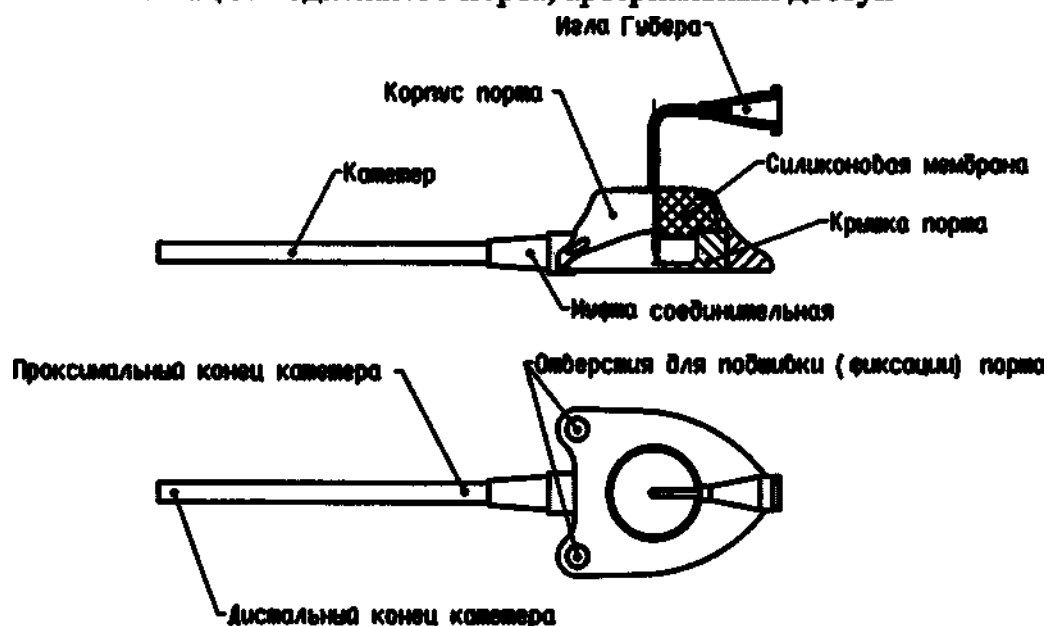
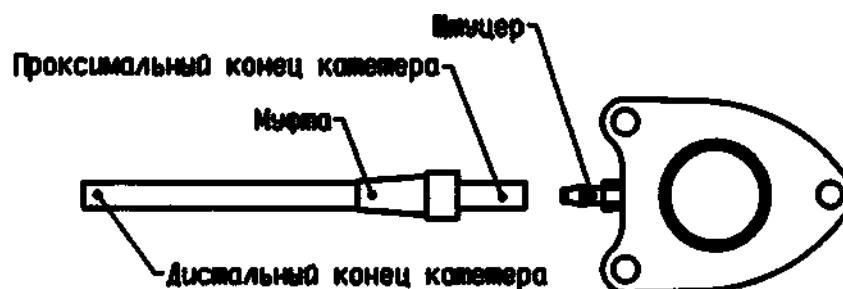
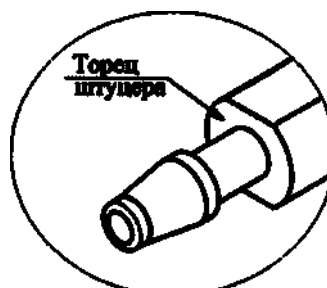

Рис. 8.1
Рис. 8.2
Рис. 8.3
з) Смочите муфту Физраствором для облегчения скольжения по катетеру. Наденьте муфту узкой частью на катетер таким образом, чтобы проксимальный конец катетера выходил из муфты (см. рис.8.2) и муфта не мешала надеванию катетера на штуцер. Наденьте проксимальный конец катетера на штуцер, уперев катетер до торца штуцера (см. рис. 8.3). Убедитесь, что катетер полностью надет на штуцер по всей окружности. Сдвиньте муфту на штуцер, уперев ее в стенку порта (см. рис. 8.1);
и) Установите порт в подготовленный карман мембраной к коже. Подшейте порт через отверстия к фасции (см. рис. 8.1), для предотвращения разворота и миграции. Отверстия могут быть заполнены силиконом. Порт с боковым расположением штуцера допускается не подшивать на усмотрение врача;
- м) Смочите муфту Физраствором для облегчения скольжения по катетеру. Наденьте муфту узкой частью на катетер таким образом, чтобы проксимальный конец катетера выходил из муфты (см. рис.8.2) и муфта не мешала надеванию катетера на штуцер. Наденьте проксимальный конец катетера на штуцер, уперев катетер до торца штуцера (см. рис. 8.3).
Убедитесь, что катетер полностью надет на штуцер по всей окружности. Сдвиньте муфту на штуцер, уперев ее в стенку порта (см. рис. 8.1);
н) Установите порт в подготовленный карман мембраной к коже. Подшейте порт через отверстия к фасции (см. рис. 8.1), для предотвращения разворота и миграции. Отверстия могут быть заполнены силиконом. Порт с боковым расположением штуцера допускается не подшивать на усмотрение врача;
- л) Смочите муфту Физраствором для облегчения скольжения по катетеру. Наденьте муфту узкой частью на катетер таким образом, чтобы проксимальный конец катетера выходил из муфты (см. рис.8.2) и муфта не мешала надеванию катетера на штуцер. Наденьте проксимальный конец катетера на штуцер, уперев катетер до торца штуцера (см. рис. 8.3). Убедитесь, что катетер полностью надет на штуцер по всей окружности. Сдвиньте муфту на штуцер, уперев ее в стенку порта (см. рис. 8.1);
- м) Установите порт в подготовленный карман мембраной к коже. Подшейте порт через отверстия к фасции (см. рис. 8.1), для предотвращения разворота и миграции. Отверстия могут быть заполнены силиконом. Порт с боковым расположением штуцера допускается не подшивать на усмотрение врача;